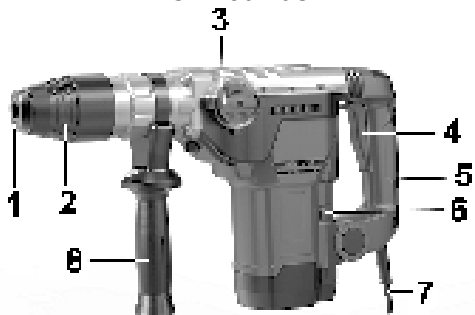

Рис. 3.
7. СБОРКА И РЕГУЛИРОВКА, Рис.3, 4
8.2. Включение (Рис. 3,4, 6,7)